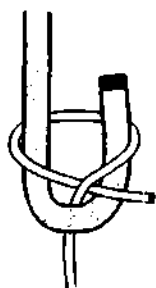

Рис. 875. Связывание тонкой и толстой верёвки. Тонкой верёвкой вяжется *самозатягивающийся полуштык*.
*Шкотовый узел* используют для надёжного связывания двух верёвок разного диаметра или сделанных из разных материалов. Им можно связывать и толстые тросы, и тонкие верёвочки. При связывании двух тросов различной толщины нужно обязательно обращать внимание на то, чтобы трос большего диаметра складывался открытой петлёй, а *самозатягивающийся полуштык* вязался более тонким концом (рис. 875).